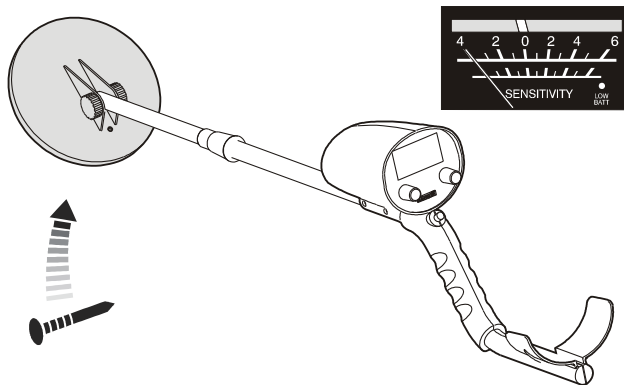

Figura.11
- Cuando la anilla de la lata se aproxima a la bobina de búsqueda lentamente, el indicador del medidor se desviará a la izquierda, y el sonido será más suave. Cuando la anilla de la lata se encuentre cerca de la bobina de búsqueda, el indicador del medidor se desviará a la izquierda más y el sonido será más suave hasta que desaparezca. (Figura.11)